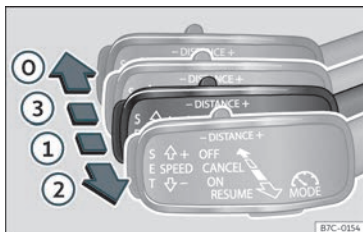
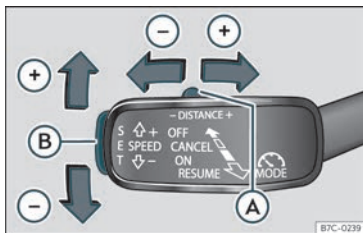

Fig. 218 A l'esquerra de la columna de la direcció: tercera palanca per gestionar el control adaptatiu de velocitat.
Fig. 219 A l'esquerra de la columna de la direcció: tercera palanca per gestionar el control adaptatiu de velocitat.
- Per activar l'ACC, moveu la tercera palanca a la posició ON >>> **fig. 218** ①. En aquest moment l'ACC no està actiu i no hi ha velocitat programada.
- A continuació, premeu la tecla SET >>> **fig. 219** ⑥ o desplaceu la palanca a la posició RESUME >>> **fig. 218** ②. En aquest moment s'activa l'ACC, es programa la velocitat actual
- En cas que es vulgui incrementar la velocitat en intervals d'1 km/h (0,6 mph), desplaceu la palanca cap a la posició RESUME >>> **fig. 218** ② o, per disminuir-la, premeu la tecla SET >>> **fig. 219** ⑥.
- Per augmentar o reduir el nivell de distància, desplaceu la tecla A cap a la dreta o l'esquerra >>> **fig. 219**.
- Per desconnectar l'ACC, moveu la palanca a la posició **OFF** (fixa) » » » **fig. 218** . En aquest moment apareix el text **ACC desactivado** i la funció queda totalment desactivada.